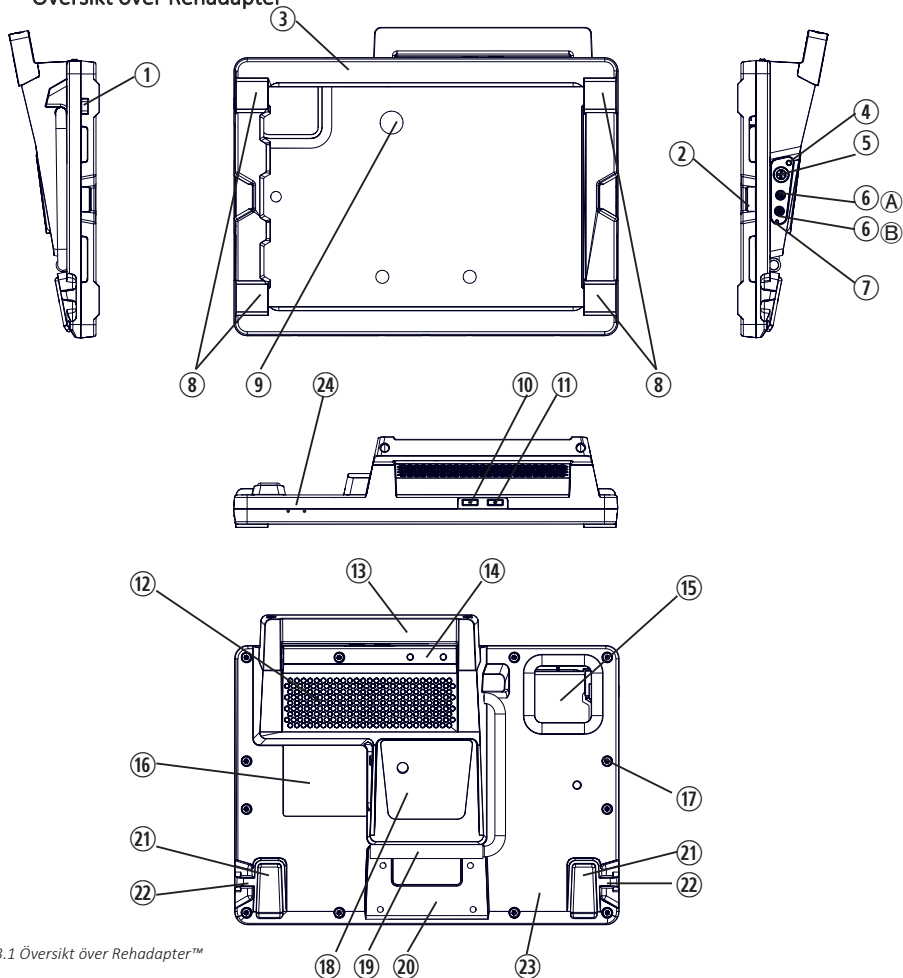

Bild 3.1 Översikt över Rehadapter™
För att slå på Rehadapter™ trycker du och håller ner knappen Volym upp ⑪ i 3 sekunder (**Bild 3.1 Översikt över Rehadapter™**).
För att justera volymen trycker du på respektive volymknapp ⑪/⑫ på ovansidan av Rehadapter™ (*Bild 3.1 Översikt över Rehadapter™*).
Använd endast den medföljande strömadaptern och laddningskabeln. Den magnetiska laddningsporten ⑤ är på baksidan av Rehadapter™ (*Bild 3.1 Översikt över Rehadapter™*).
1. Anslut laddningskabeln till den magnetiska laddningsporten ⑤ på Rehadapter™ och till strömadaptern. Den magnetiska kontakten anpassar sig själv till porten genom att vrida den lite.
3. Ladda Rehadapter™ tills batteriet är fulladdat. När batteriet är fulladdat lyser statusindikatorn ④ blått.